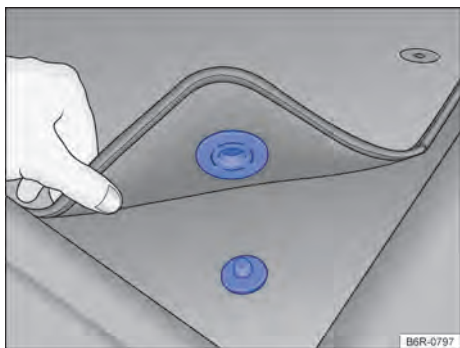

Fig. 1 Tapete dianteiro do lado do condutor com fixação no pino do carpete.
- ✓ Acomodar bem o tapete na área para os pés do lado do condutor de modo que não obstrua a área dos pedais. Dependendo da versão do veículo, o tapete dianteiro do lado do condutor pode ter fixação no pino do carpete → Fig. 1.